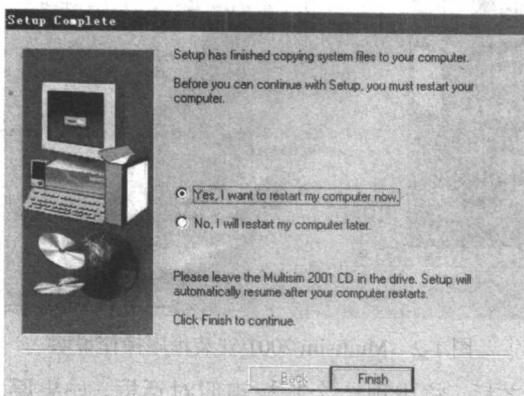

图 1-5 系统文件更新的对话框
(5) 当系统文件更新完成后，出现图 1-5 所示的对话框。该对话框提示需重新开机后才能进行下一阶段的安装，选择“**Yes, I want to restart my computer now**”选项，再点击 Finish 按钮即可重新启动计算机。